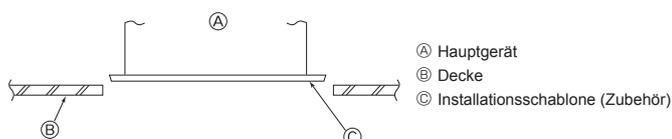

Fig. 2-7
2.6. Überprüfung der Hauptgeräteposition und Festziehen der Aufhängungsstehbolzen (Fig. 2-7)